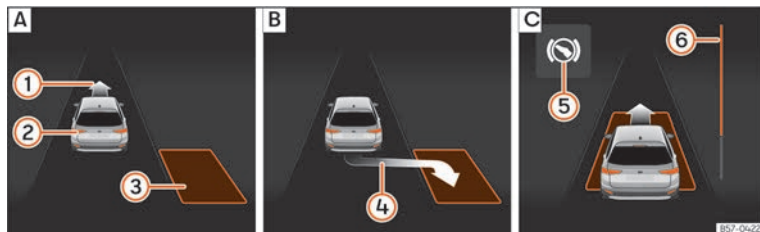
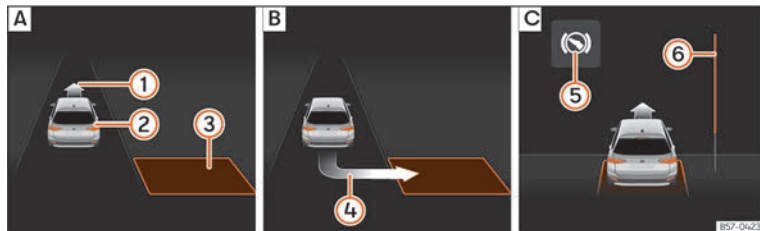

Abb. 144 Am Bildschirm des Kombi-Instruments: längs einparken. **A**: Parklücke suchen. **B**: Position zum Einparken. **C**: Rangieren.
Abb. 145 Am Bildschirm des Kombi-Instruments: quer einparken. **A**: Parklücke suchen. **B**: Position zum Einparken. **C**: Rangieren.
- Prüfen Sie anhand der Anzeige im Bildschirm des Kombi-Instruments, ob die Parklücke als „geeignet“ erkannt wurde und ob die korrekte Position zum Einparken » **(Abb. 144)** **B** oder
» **(Abb. 145)** **B** erreicht wurde. Die Parklücke wird als „geeignet“ betrachtet, wenn auf dem Bildschirm des Kombi-Instruments die Anzeige zum Einparken erscheint **(4)**.
- Fahren Sie rückwärts, bis das Dauertonsignal des ParkPilot ertönt; **ODER:** fahren Sie zurück, bis auf dem Bildschirm des Kombi-Instruments die Anzeige für Vorwärtsfahren »» (Abb. 144) ☐ oder »» (Abb. 145) ☐ erscheint; **ODER:** fahren Sie zurück, bis am Bildschirm des Kombi-Instruments die Meldung **Park Assist beendet** erscheint. Die Fortschrittsanzeige ⑥ zeigt den zurückzulegenden Abstand an.
- Treten Sie auf das Bremspedal, bis die Lenkbewegungen des Parklenkassistenten beendet sind; **ODER:** bis das Symbol ⑤ am Bildschirm des Kombi-Instruments erlischt.
- Fahren Sie vorwärts, bis das Dauertonsignal des ParkPilot ertönt; **ODER:** fahren Sie vorwärts, bis am Bildschirm des Kombi-Instruments die Anzeige zur Rückwärtsfahrt erscheint. Der Parklenkassistent lenkt das Fahrzeug so lange beim Vorwärts- und Rückwärtsfahren, bis das Fahrzeug gerade in der Parklücke steht »» (Abb. 144) ☐ bzw. »» (Abb. 145) ☐.
Die Fortschrittsanzeigen »» (Abb. 144) ⑥ und »» (Abb. 145) ⑥ am Bildschirm des Kombi-Instruments zeigt symbolisch die noch zu fahrende relative Fahrstrecke an. Je länger die Distanz ist, desto größer ist der Füllstand des Fortschrittsbalkens. Bei Vorwärtsfahrt nimmt die Füllung des Fortschrittsbalkens nach oben ab und bei Rückwärtsfahrt nimmt die Füllung des Fortschrittsbalkens nach unten ab.